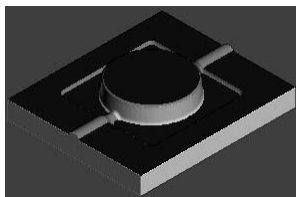

图 3-186 仿真加工结果
2) 在“仿真”工具栏的“当前刀具路径”下拉列表中选择要模拟的刀具路径 finish3,然后单击“执行”按钮,系统开始自动仿真加工,仿真加工结果如图 3-186 所示。